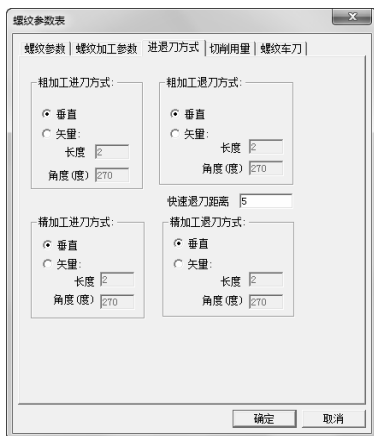

图 6-47 螺纹切削进退刀方式参数设定
3) 单击“进退刀方式”选项卡,如图 6-47 所示。设置具体参数如下:粗加工进刀方式:垂直;粗加工退刀方式:垂直;精加工进刀方式:垂直;精加工退刀方式:垂直。